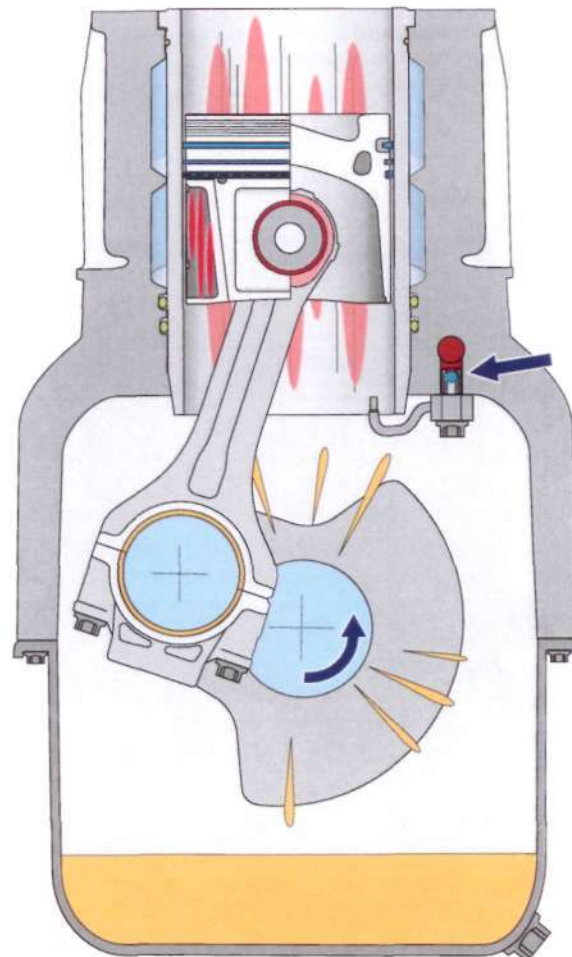

рис. 1: недостаток смазки при чрезмерной эксплуатации в режиме холостого хода
- Слишком мало масла выступает из подшипников скольжения. Вследствие этого попадает очень мало разбрызгиваемого масла на стенку цилиндра. Грязь и продукты истирания не смываются и вызывают уже сейчас повышенный износ, а также повреждения (рис. 1).
- Нагнетательный клапан (стрелка в рис. 1) для охлаждения поршня распылением не открывается при холостом ходе. Поршень не охлаждается и слишком малое количество капающего масла приводит к недостатку смазки в поршневом пальце и втулке нижней головки шатуна.